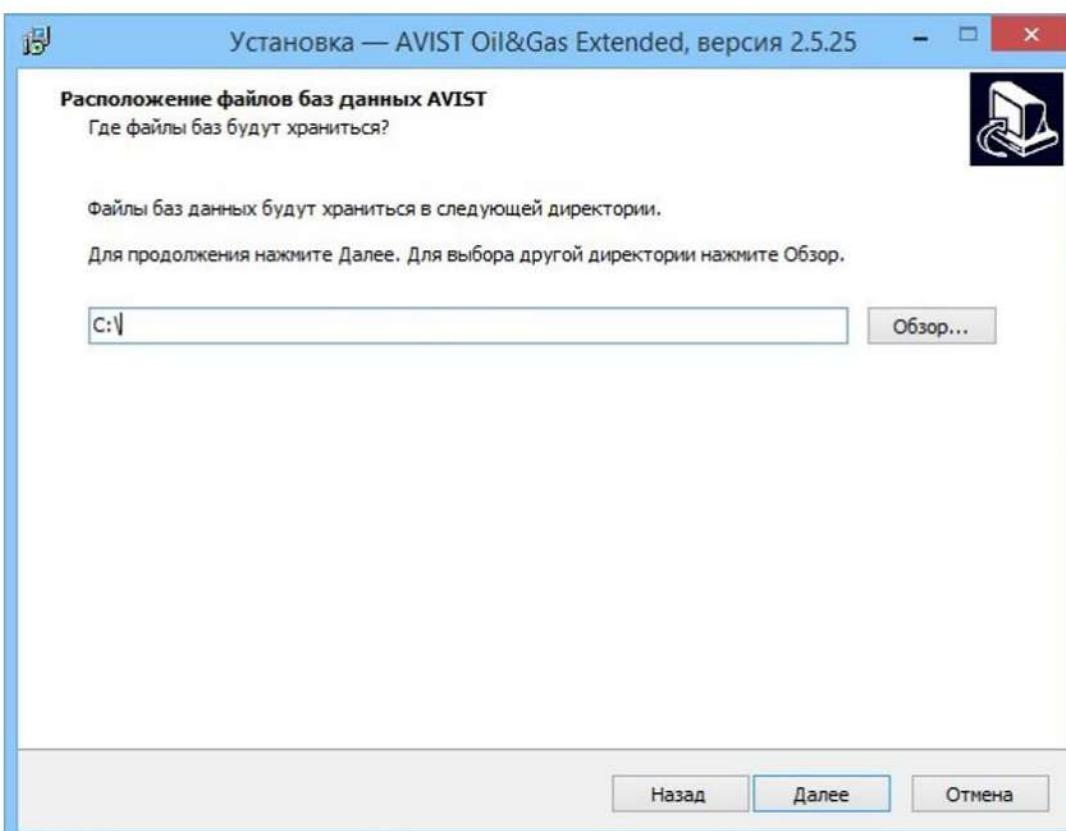

Рисунок 25 - Окно выбора расположения файлов баз данных AVIST Oil&Gas Extended
10) Ввести наименование директорий, где будут располагаться логические файлы баз данных AVIST Oil&Gas Extended, нажать кнопку «Далее» (Рисунок 25).